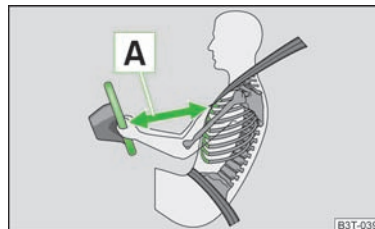

Fig. 99
- No caso do condutor e do passageiro dianteiro, é importante que mantenham uma distância mínima de 25 cm em relação ao volante e/ou ao painel de bordo » Fig. 99 **A**. Se não respeitar esta distância mínima, o sistema de airbags não o poderá proteger - Perigo de vida! Além disso, os bancos dianteiros e os encostos de cabeça devem estar sempre ajustados de acordo com a estatura do ocupante.